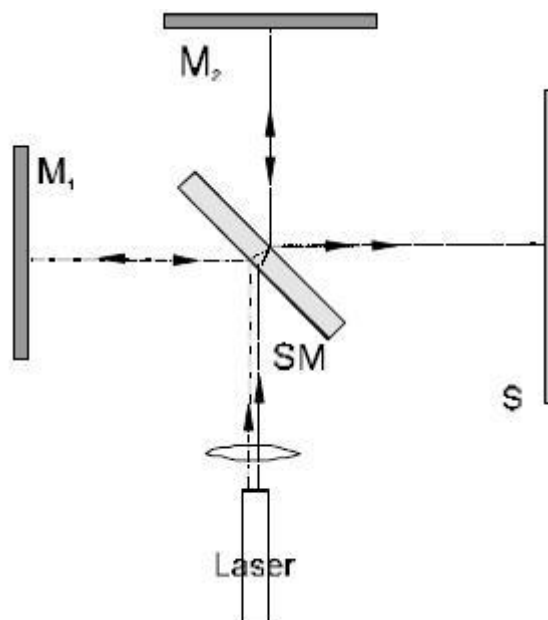

Fig. 2 Experimenteller Aufbau Michelson-Interferometer (M1, M2 = Spiegel, SM = halbdurchlässiger Spiegel, S = Mattglasschirm)
- Laser ungefähr in der Mitte an der Längsseite der Tafel platzieren (Fig. 2) und den Laserstrahl parallel zur Grundplatte ausrichten (siehe Bemerkungen).
- Halbdurchlässigen Spiegel zwischen Laser und Spiegel M2 stellen (siehe Fig. 2). Der Winkel zwischen dem halbdurchlässigen Spiegel und der Achse des Laserstrahls sollte möglichst genau 45° betragen.
- Mattglasschirm gemäß Fig. 2 aufbauen. Der Laserstrahl sollte in der Mitte darauf treffen.
Beim Aufbau gemäß Fig. 2 ist es wichtig, dass die sich überlagernden Kreiswellen nur einen kleinen Winkel bilden. Dann ist das Interferenzmuster in der Fläche I sichtbar (siehe Fig. 3a). Ist der Winkel zu groß (Fig. 3b), kann die Interferenz nicht beobachtet werden. Deshalb ist es wichtig, dass der Laserstrahl so ausgerichtet ist, dass er parallel zur Grundplatte verläuft und nach der Reflexion an den Spiegeln M1 und M2 weiter parallel verläuft.